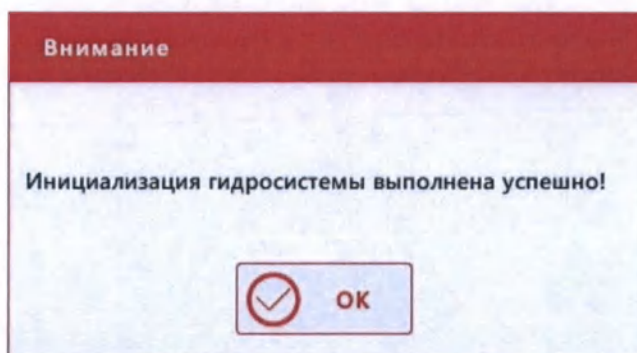

Рис.10.5-18 Информационное сообщение о завершении процедуры инициализации
- 4) По завершении процесса инициализации появится информационное окно с сообщением **“Инициализация гидросистемы выполнена успешно!”** (Рис.10.5-18).